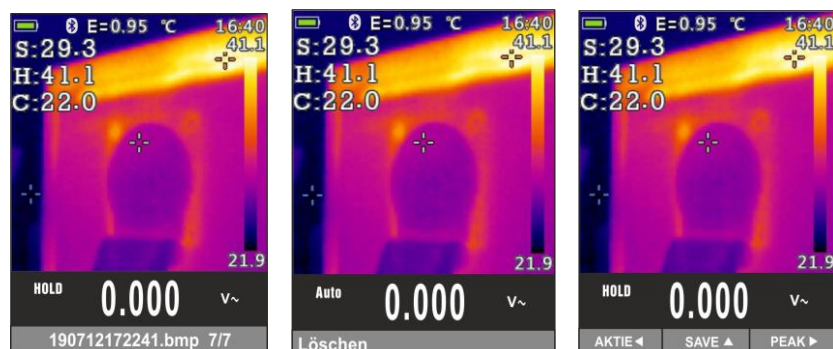

Fig. 46: Aufruf und löschen von IR Bildern
11. Treten Sie ins Hauptmenü ein, um das gespeicherte Ergebnis anzuzeigen (siehe Fig. 46 – linke Seite)